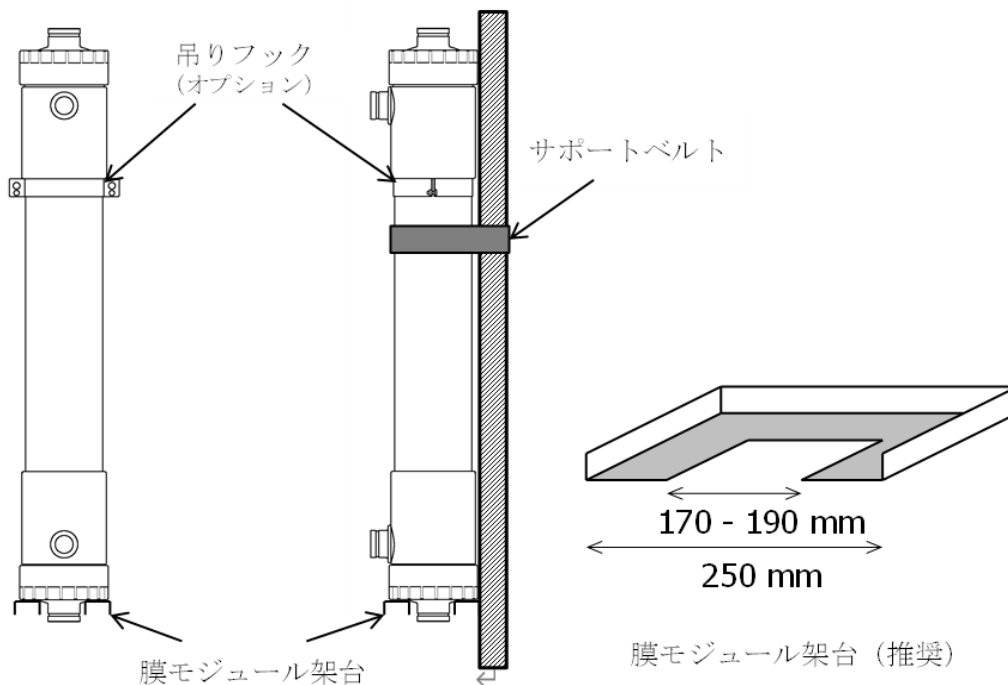

図 4. 膜モジュールの取り付け方法
3. 所定の位置の架台に膜モジュール底部を乗せる。膜モジュールを垂直に立て、吊りフックおよび／またはサポートベルトを用いて膜モジュールラックに固定する（図 4）。
- ・図 4 に示す膜モジュール架台の開口部寸法の範囲を外れた場合、膜モジュール架台と膜モジュールが干渉して、取り合い口の位置が合わなくなる場合がありますのでご注意ください。